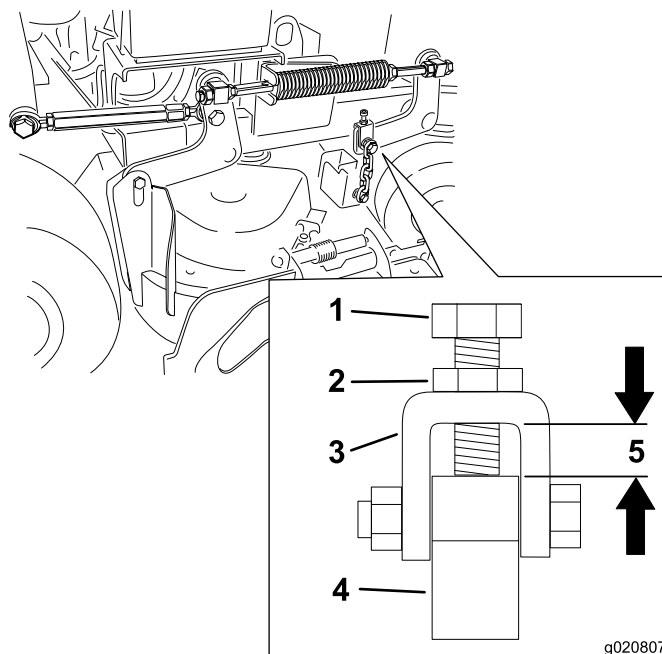

Figura 83
Nota: Esta distância tem de ser de 11 mm, como se mostra em Figura 83
12. Desaperte a porca de bloqueio e ajuste o parafuso de ajuste para conseguir a distância correta mostrada em Figura 83.